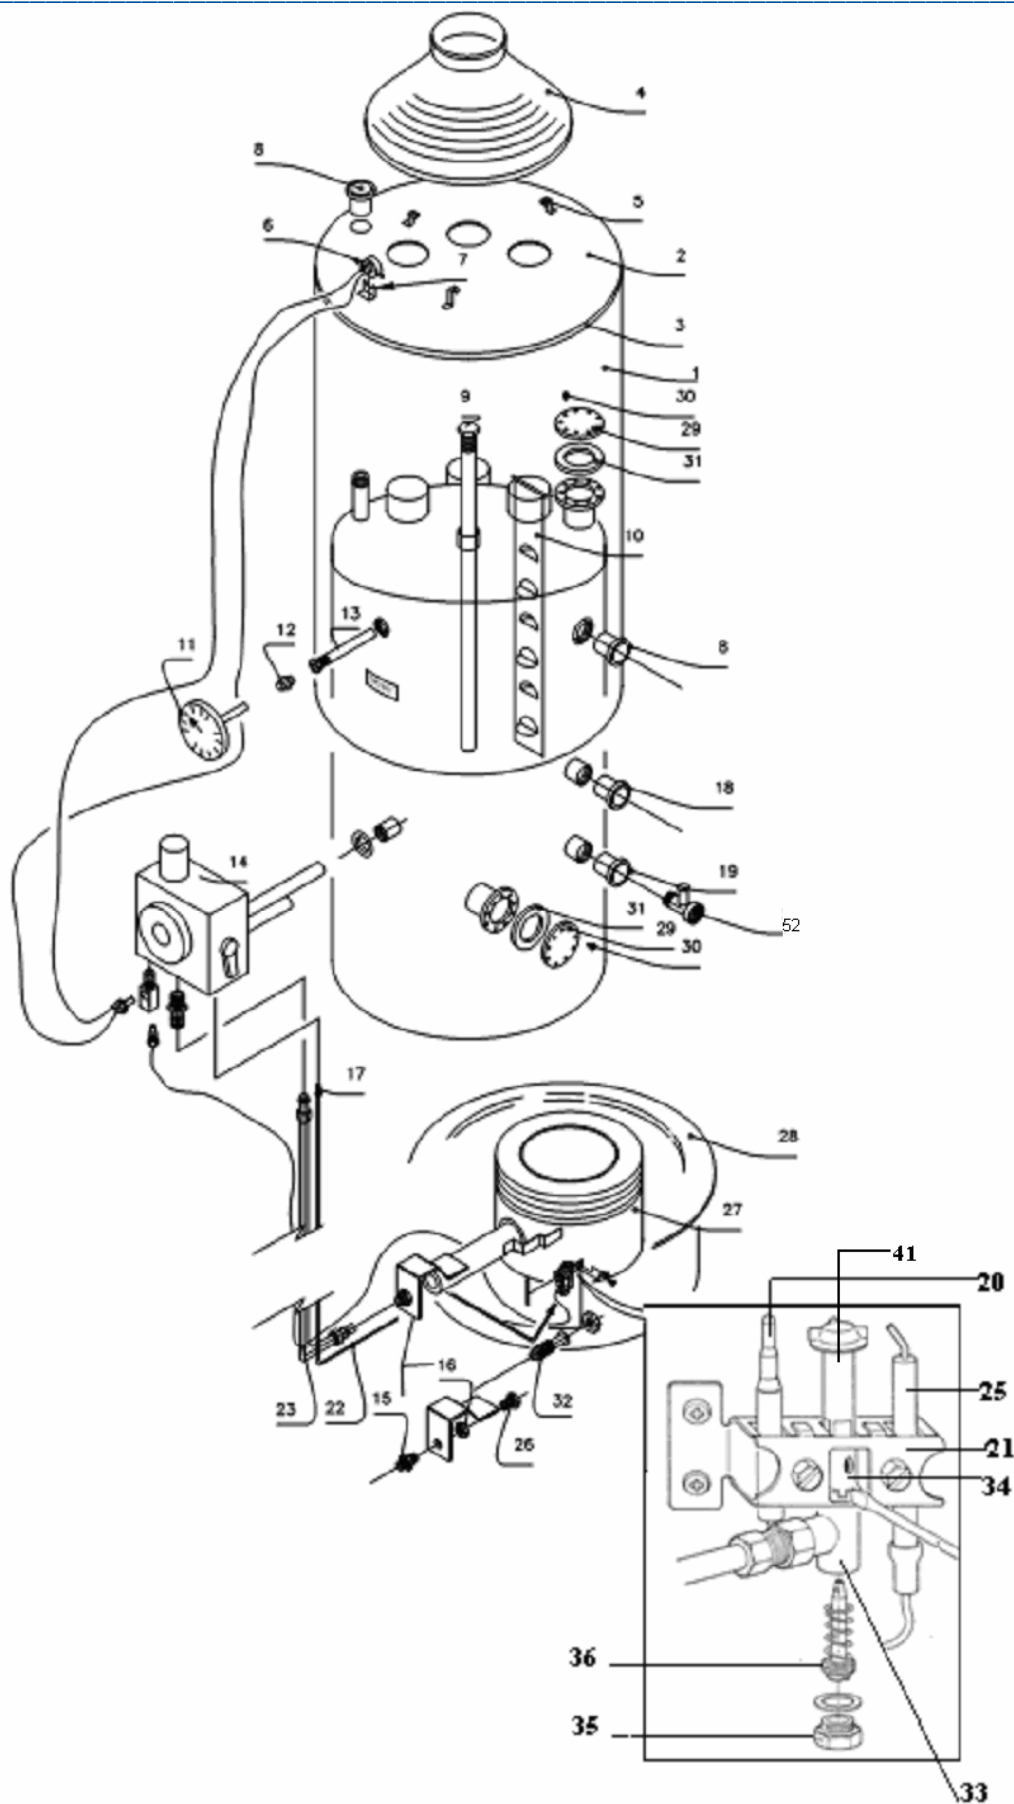

Рис. 2 Подробная схема водонагревателя
Детальная схема водонагревателя показана на Рис. 2.
3.3. Термопара (Рис. 2)
3.4. Датчик контроля тяги (6 Рис. 2)
3.5. Сбросной предохранительный обратный клапан (Рис. 2)